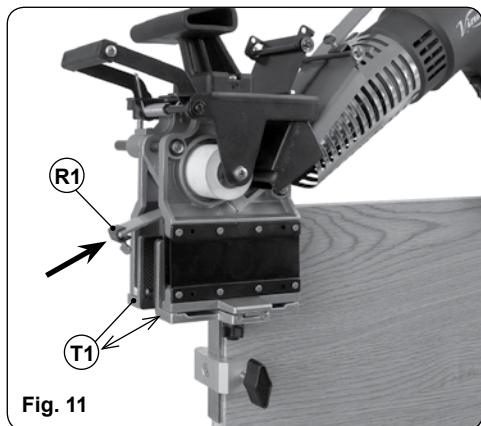
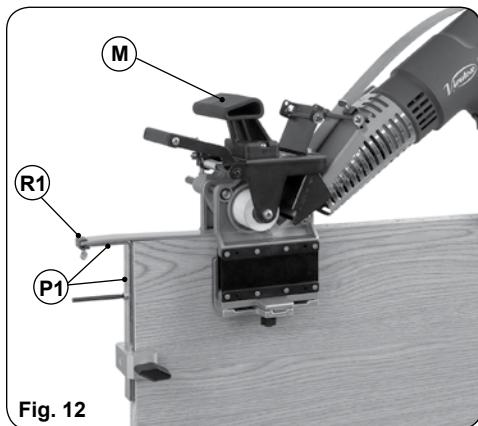

Fig. 11
Fig. 12
- 1 - Situar el aparato al principio del tablero, de modo que las mordazas queden a la misma distancia que el tope de referencia T1 (Fig. 11).
- 2 - Tirar de la tira precortada hacia arriba (Fig. 11), hasta que el retenedor R1 (Fig. 11 y 12), haga tope en el extremo del prolongador P1 (Fig. 12).
- 4 - Presionar firmemente la tira pre-encolada sobre el prolongador P1 (Fig. 12), actuando sobre el pomo M (Fig. 12), y desplazar lentamente la máquina a lo largo del tablero hasta finalizar el aplacado.